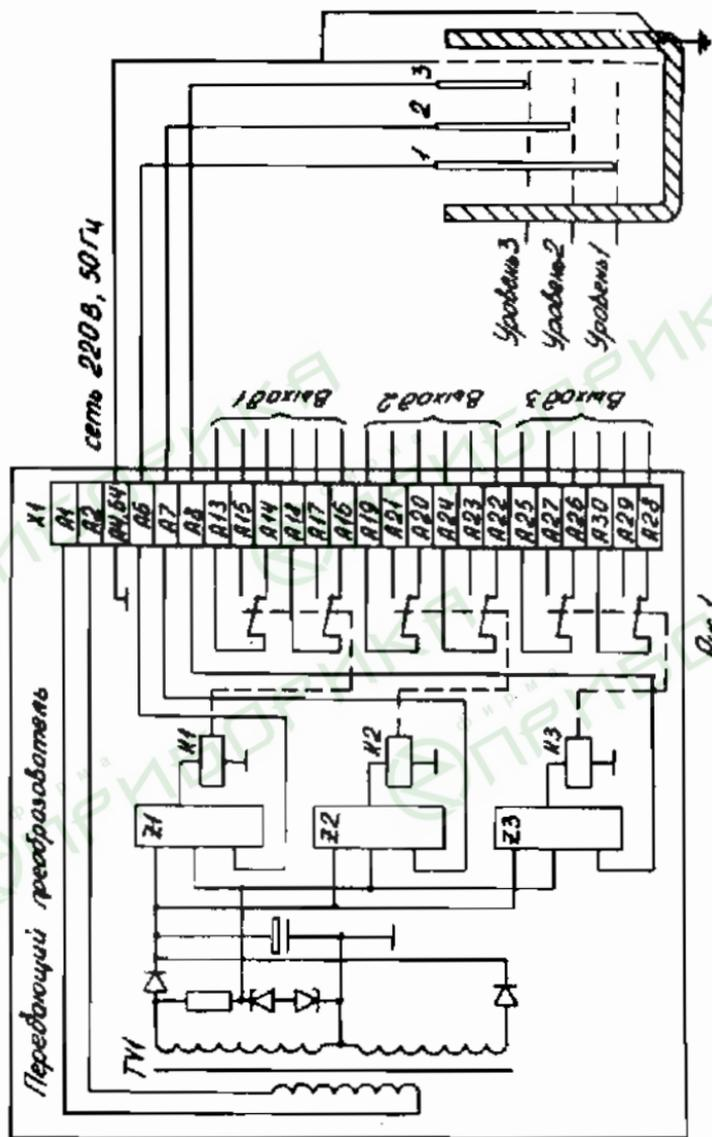

Рис. 1
4.3. Датчик-реле (рис.1) имеет три параллельно действующих канала, позволяющих независимо друг от друга контролировать от 1 до 3 уровней жидкости в одном или разных резервуарах.
6.9. Монтаж производить в соответствии с "Правилами устройства электроустановок (ПУЭ)" и схемой подключения рис.1 любым проводом или кабелем с максимальным сечением жилы 0,35 мм2.